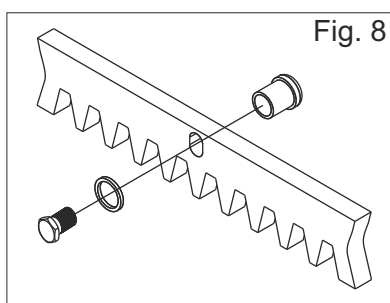

Fig. 8
2. Fijar en cada elemento de cremallera las lenguetas de soportar mediante los relativos tornillos de bloqueo, teniendo cuidado de posicionarlos en la parte superior del ojal. (Fig. 8);